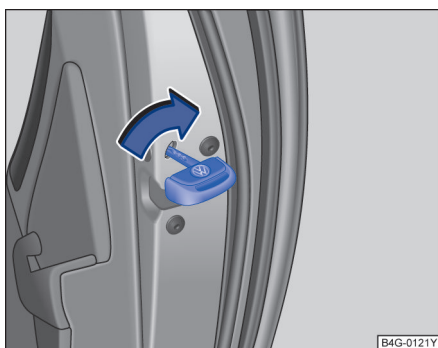

图 50 车门应急上锁装置及汽车钥匙
- 将钥匙头插入开口，然后顺时针旋转一次钥匙头 ⇒ 图 50